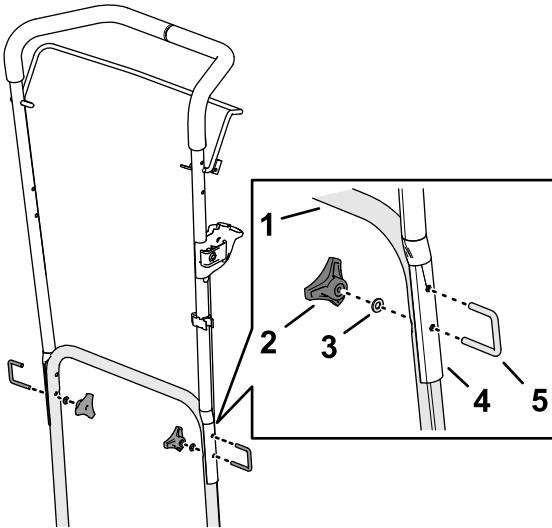

Figure 3
5. Retirez les 2 molettes, rondelles et étriers filetés qui fixent la partie supérieure du guidon à la partie inférieure (Figure 3).
7. Avec les 2 molettes et les 2 étriers retirés à l'opération **5**, fixez la partie supérieure du guidon sur l'extension du guidon (**Figure 3**).